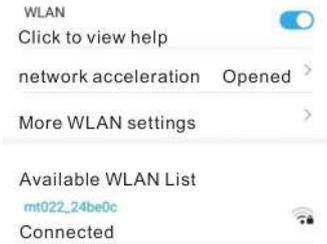

Figura 1
1. Cuando el móvil Android indique que la red WLAN no está disponible, ¿desea cambiar de red? Seleccione Cancelar. Los permisos de ubicación deben estar activados. Como se muestra en la Figura 1.